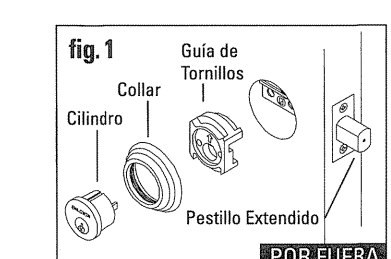

fig. 1 Guía de Tornillos, Collar, Cilindro, Pestillo Extendido
- Extend deadbolt using flathead screwdriver. Keeping tailpiece vertical, insert cylinder through collar and screw guide into deadbolt. The arrow on the screw guide must be on the outside and pointing up. Hold in place. Do not insert key during this procedure. (fig. 1)
(fig. 1) Screw Guide, Collar, Cylinder, Extended deadbolt
- Sortir le pêne dormant à l'aide d'un tournevis à tête plate. Tout en gardant la queue de pêne à la verticale, insérer le barillet à travers le collet et le guide-vis, puis dans le pêne. La fiche sur le guide-vis doit être à l'extérieur et pointer vers le haut. Maintenir l'ensemble en place. Ne pas insérer la clé durant cette procédure (Fig. 1).
(fig. 1) Guide-vis, Collet, Barillet, Pêne dormant sorti
- Extienda el pestillo utilizando un destornillador de cabeza plana. Manteniendo la cola en posición vertical, inserte el cilindro a través del collar y de la guía de tornillos al pestillo. La flecha localizada en la guía de tornillos debe situarse en la parte externa y apuntar hacia arriba. Sosténgalo en su sitio. No inserte la llave durante este procedimiento (fig. 1).